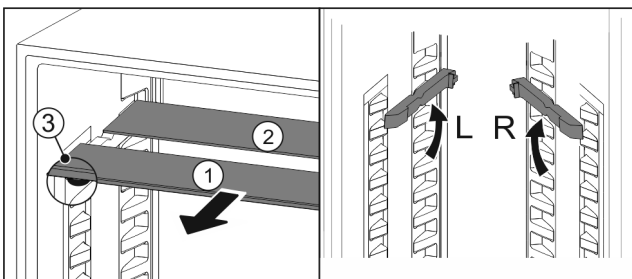

Fig. 188
- Glasplatten einzeln nach vorne herausziehen Fig. 188 (1).
- Glasplatte Fig. 188 (1) mit Zierleiste liegt vorne.
- Stopps Fig. 188 (3) zeigen nach unten.